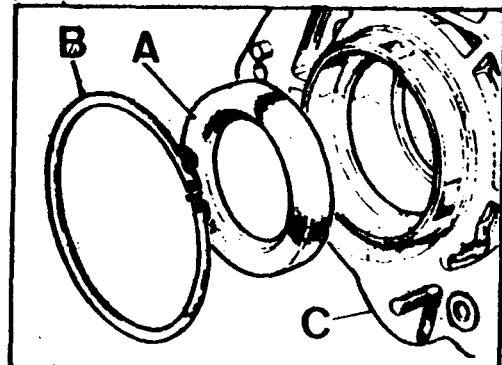

Fig. C-107 Cárter principal de la caja de velocidades
1.1. Por la parte trasera del cárter de la caja de velocidades, extraer el retén de aceite, A (Fig. C-107) y el arillo elástico, B, que sujet a el acoplamiento del cojinete trasero del eje principal al cárter.
- 3.5. Montar el arillo elástico, B (Fig. C-107), que sujetta el acoplamiento del cojinete, en la ranura circular que existe en el mismo.